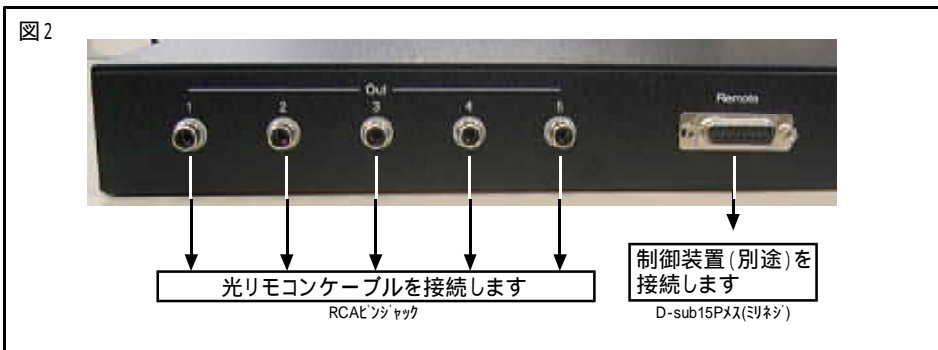

図3
- 5、記憶するコマンドの出力先(OUT1～OUT5)を選択します。選択するピン No を「ワンショットメイク」して下さい。(図3参照)
- 5、再生するコマンドの出力先を (OUT1~OUT5) を選択します。選択するピン No を"連続メイク"して下さい。(図3参照)